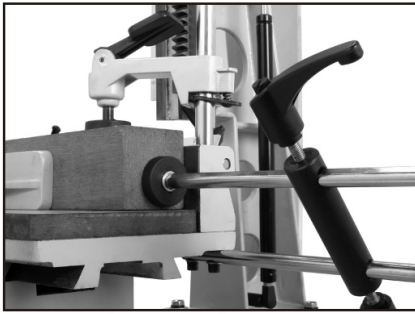

Рис. 14
1. Прикрепите упор к столу, как показано на Рис. 14.
3. Ослабьте фиксаторы на упоре и придвиньте упорную поверхность вплотную к торцу заготовки, как показано на Рис. 14, затем затяните фиксаторы.